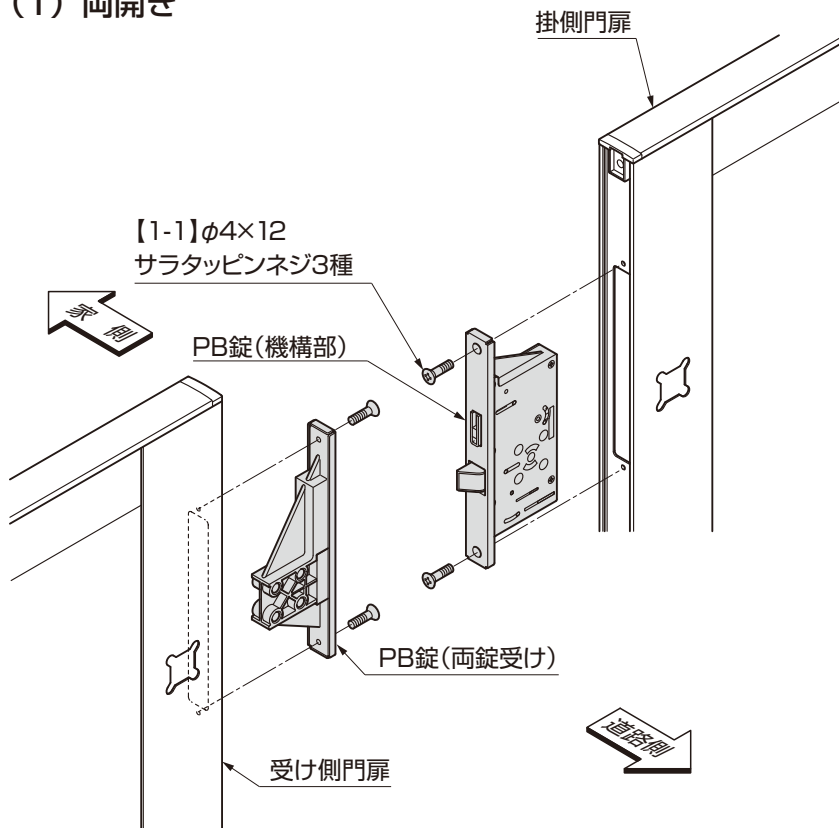

図4-1
- ① 図4-1にしたがってPB錠(機構部)、PB錠(両錠受け)を【1-1】で取付けてください。